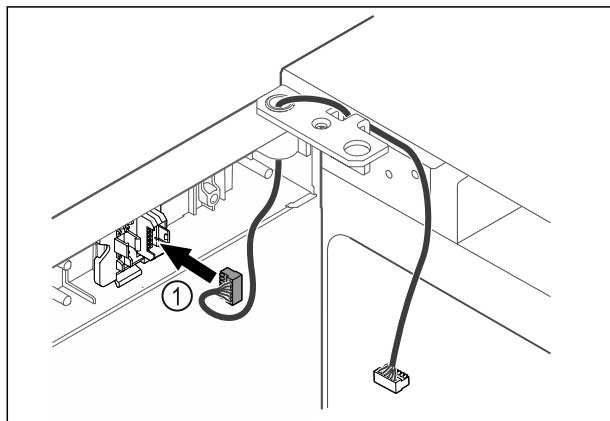

Fig. 44
- ▶ Aseta pistoke Fig. 44 (1) pistokeenpitimeen.